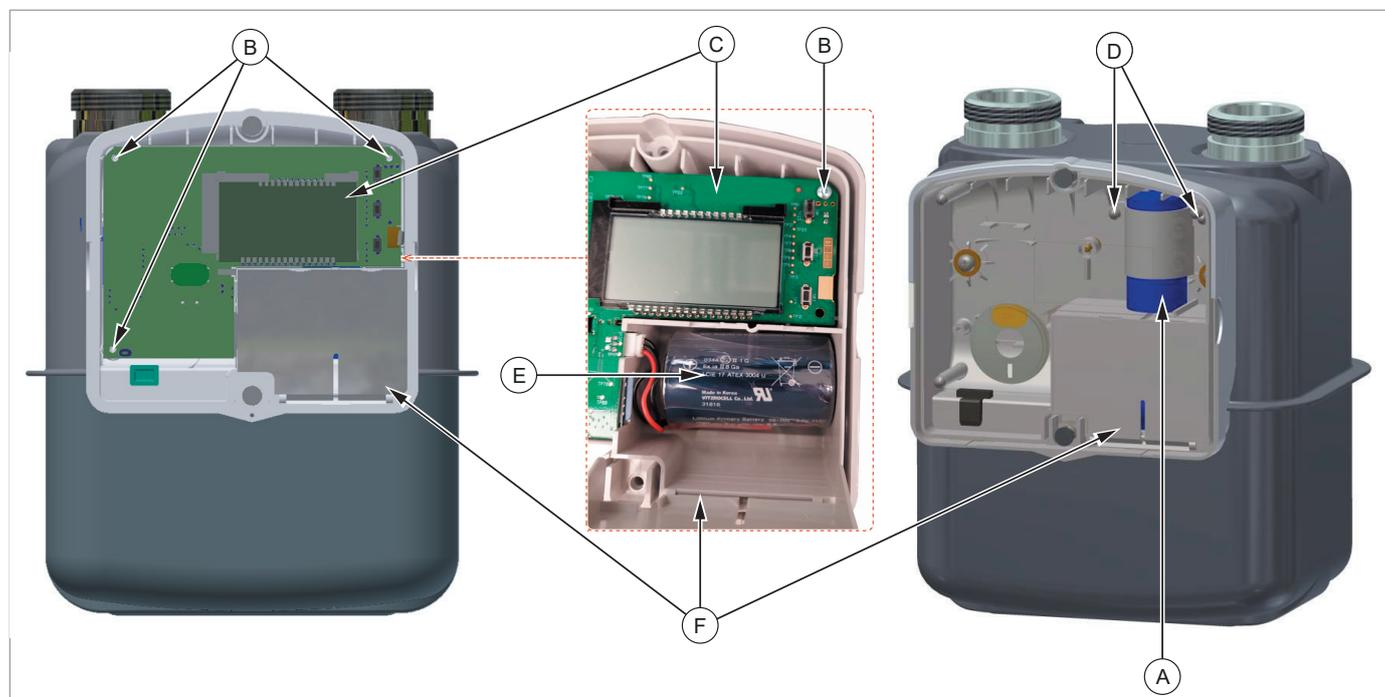

Fig. 10.12. Remoção das baterias
Para remover a bateria metrológica (A), proceder como descrito em Tab. 10.88 (referindo-se a Fig. 10.12):
Para retirar a bateria de comunicação (E), proceder como descrito em Tab. 10.89 (consultando Fig. 10.12):